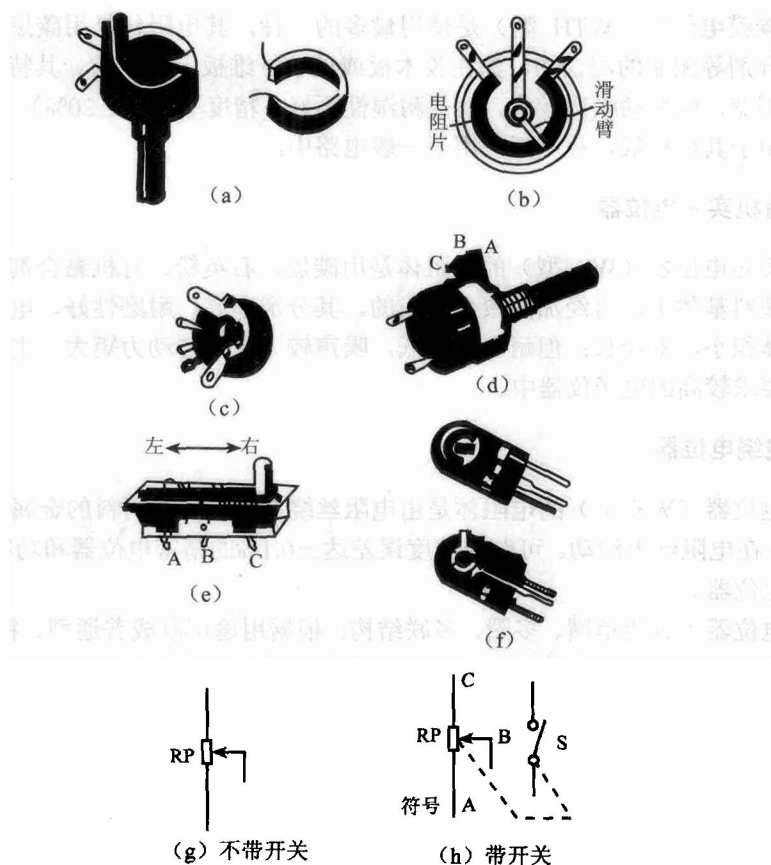

图 1-6 电位器的电路图形符号及外形
可变电阻器又称为电位器，图 1-6 所示为电位器的电路图形符号及外形，其中不带开关的电位器的电路图形符号如图 1-6 (g) 所示，带开关的电位器的电路图形符号如图 1-6 (h) 所示。图中仍用长方块表示电阻体，两端的短线表示电阻体两端的引出焊片，带箭头的折线代表电阻体上的滑动触点。带有开关的电位器符号的右面部分表示开关，中间虚线表示开关与电位器是受同一转轴控制的（通常音量控制采用带开关的电位器时，电路图中虚线往往不标出）。
可变电阻器的外形如图 1-6 (a) ~ 图 1-6 (f) 所示。电位器在电路图中常用字母 “RP” (旧标准用 “W”) 表示。
电位器根据其使用的材料分类可分为如图 1-6 (b) 所示的和图 1-6 (a) 所示的线绕电位器。根据其外形的大小可分为如图 1-6 (c) 所示的大、小和微型电位器。按电阻值变化规律分类可分为线性 (X)、指数 (Z) 和对数 (D) 电位器; 按结构分类可分为如图 1-6 (a)、图 1-6 (c) 和图 1-6 (d) 所示的旋转电位器和如图 1-6 (e) 所示的直滑式电位器; 还有一种电位器为如图 1-6 (f) 所示的半可变电位器 (即微调电位器)。